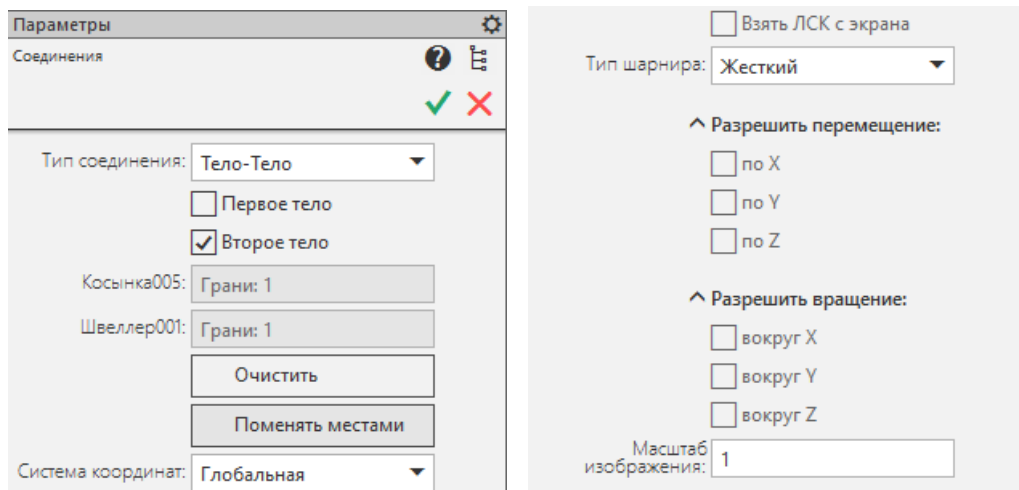

Рис. 3.32. Задание параметров соединения
**Соединения** – команда позволяет задать соединение между деталью и землей или между двумя деталями (Рис. 3.32).